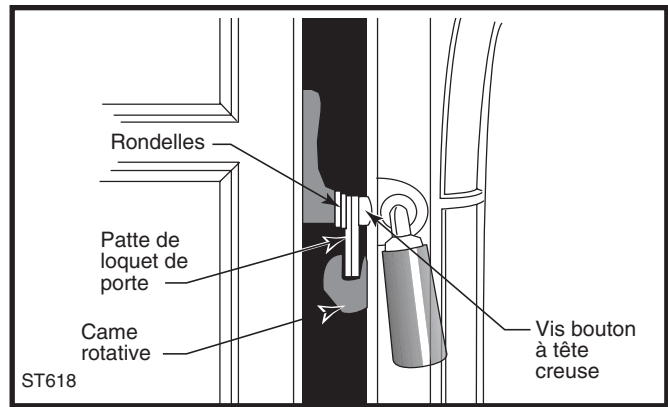

Fig. 34 Le joint d'étanchéité de la porte peut être ajusté simplement en ajoutant ou retirant des rondelles.
- Enlevez la vis bouton à tête creuse qui retient la patte du loquet de la porte au devant du poêle. (Fig. 34)